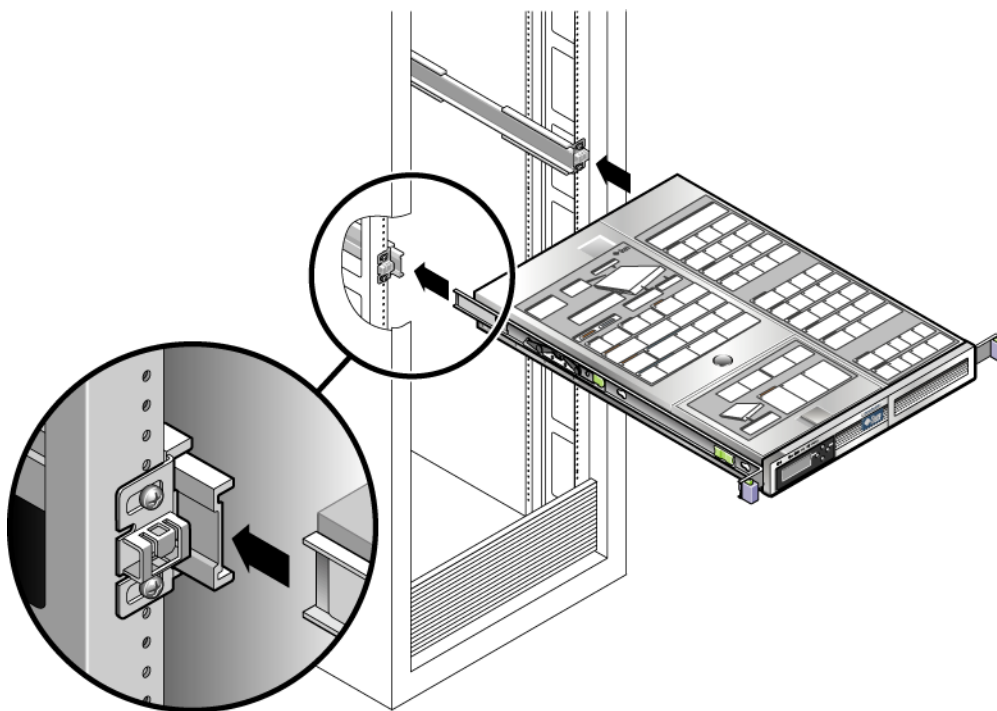

FIGURE 2-18 Montage du châssis sur les rails coulissants
10. À l'aide d'une autre personne, soulevez l'appareil et insérez les extrémités des supports de montage dans les rails coulissants (FIGURE 2-18).